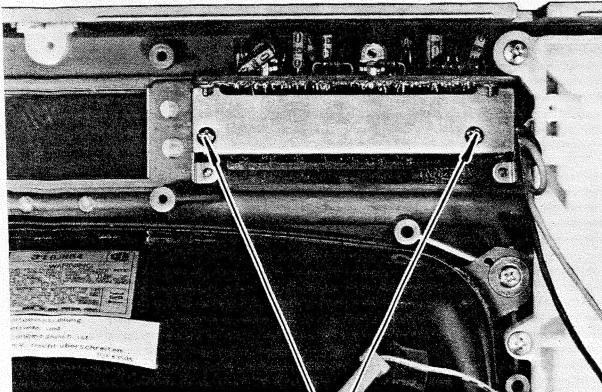

Fig. 6 Abb. 6
1. Remove 2 screws **F** as shown in Fig. 6.
1. Die in Abb. 6 gezeigten 2 Schrauben **F** entfernen.